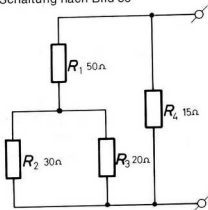

Bild 85
b. Berechnen Sie die Schaltung nach Bild 85